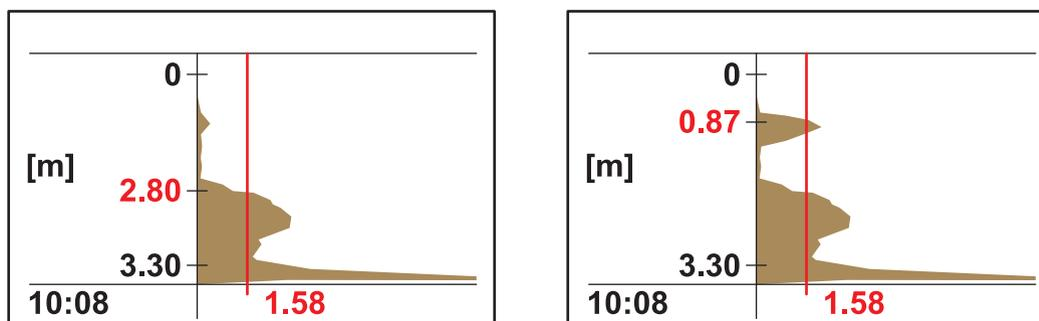

Figura 9 Cómo determinar una ubicación de medición
- Si hay valores aumentados en la profundidad donde se producen los reflejos en la LISTA DE PERFILES que afectan al valor de medición, se debe seleccionar otra ubicación de medición. En ocasiones, solo se debe mover la sonda unos centímetros (consulte Figura 9, derecha).
- Si los reflejos no alteran el valor de medición, es posible que esta ubicación sea adecuada para realizar la medición (consulte Figura 9, izquierda).